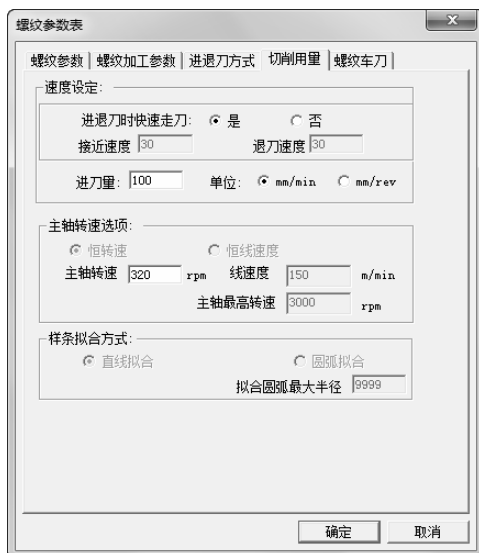

图 6-97 车螺纹切削用量参数设定
4) 单击“切削用量”选项卡，如图 6-97 所示。设置切削用量具体参数如下：进退刀时快速走刀：是；进刀量：100，单位 mm/min；主轴转速：320。